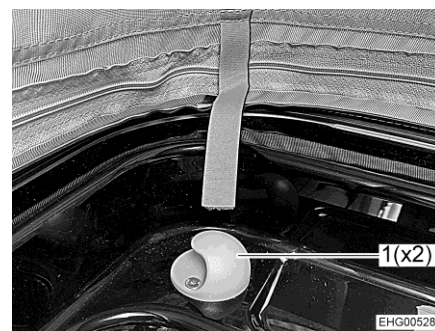

Fig. 37 Sujetador
- Enganchar la red de seguridad en los dos sujetadores (Fig. 37,1).